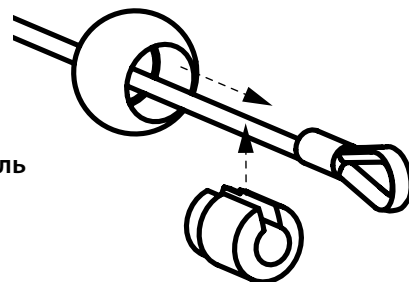

Рисунок 18b — деталь
- (2) Шаровые стопоры наконечника троса со стержнем (см. Деталь)
**18-1** Найдите правый трос стержня, продетый через корпус поперечного шкива. Проденьте трос через подвижной шкив (3), как показано на рисунке.
**18-2** Далее проденьте трос через шкив (4) на задней поперечной перекладине, а затем — через шкив (5) на передней поперечной перекладине, как показано на рисунке.
**18-3** Вставьте наконечник троса в шаровой стопор наконечника троса и прикрепите стержень троса, чтобы трос не выскользнул обратно через тросы. См. **Рисунок 18b**.